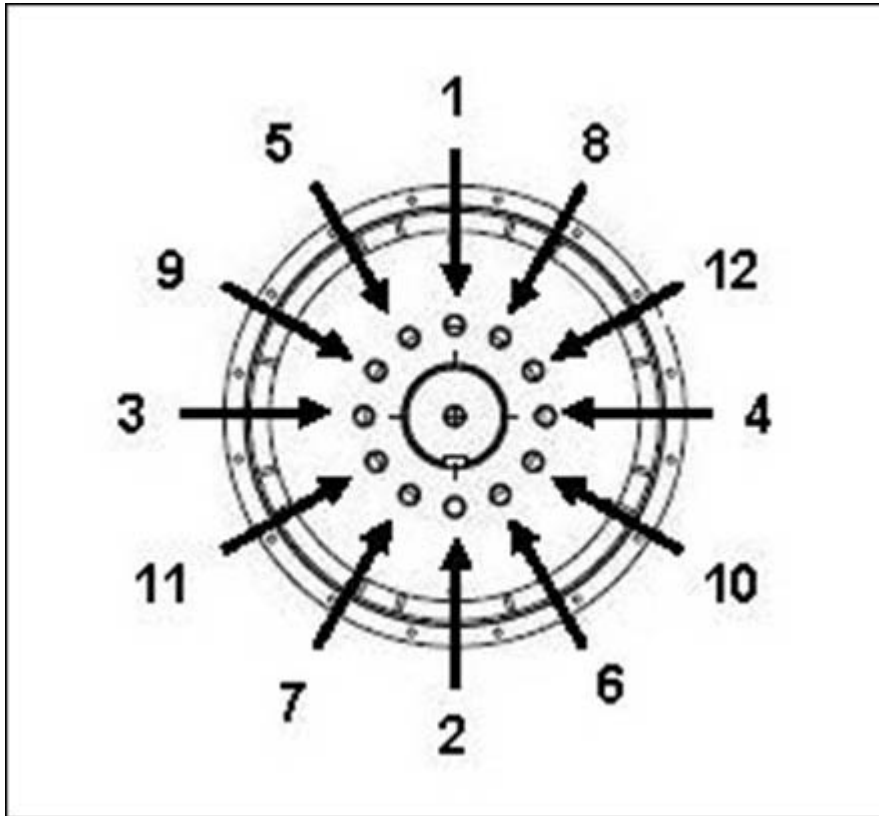

FIGURA 24. SECUENCIA DE FIJACIÓN AL CUBO
4. Si es necesario, apriete los pernos de los discos de acoplamiento en la secuencia que se muestra en Figura 24 en la página 46.